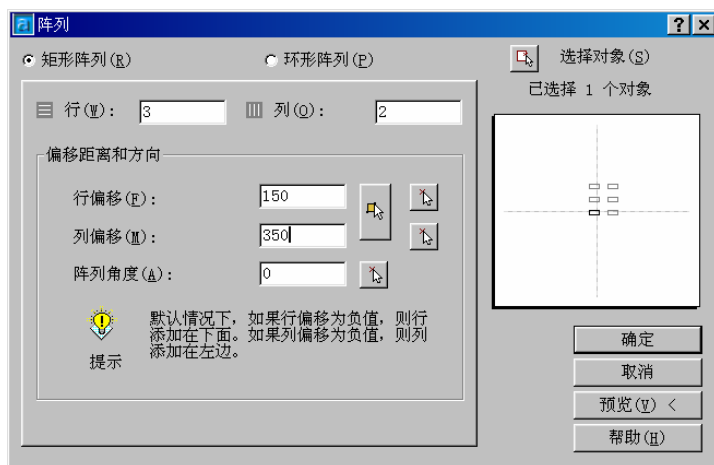

图 5-36 创建圆柱体阵列
(4) 单击“修改”工具栏 → , 按图 5-36 所示创建圆柱体的矩形阵列。